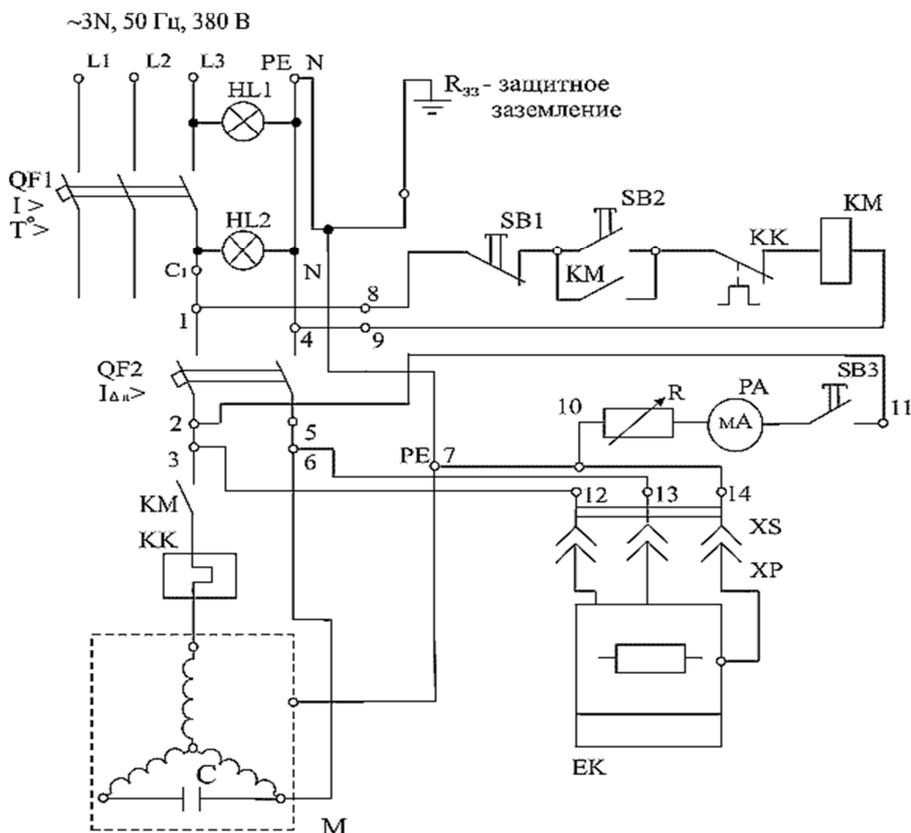

Рис. 6.7. Принципиальная электрическая схема электроснабжения объекта с системой TN-C-S
2. Изучите принципиальную электрическую схему электроснабжения объекта с системой TN-C-S (рис. 6.7).
3. Цветным маркером произведите обозначение коммутации между соответствующими клеммами блока зажимов на рис. 6.7.